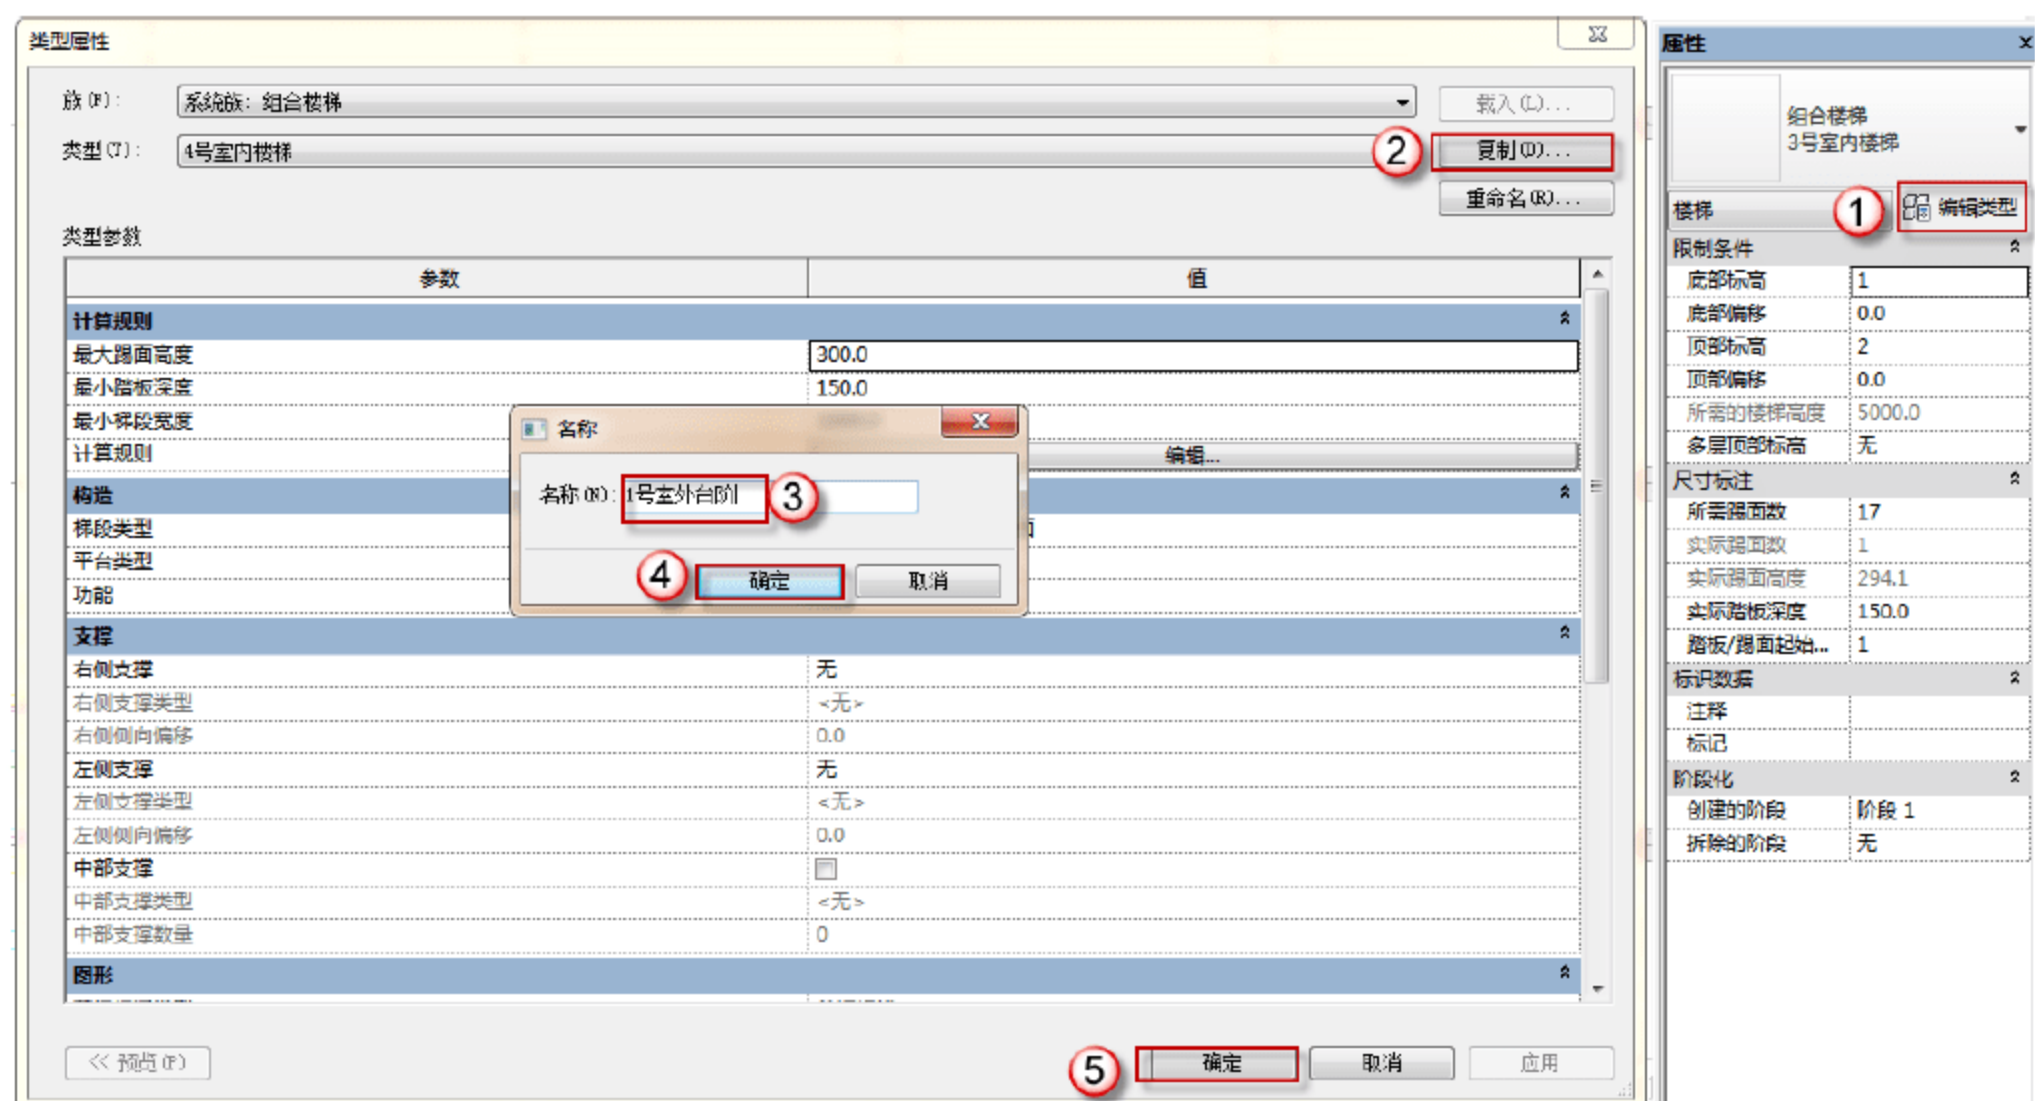

图 11.2.71 新建楼梯类型
- (6) 构建楼梯。选择“建筑”→“楼梯”→“楼梯（按构件）”命令，在激活的“修改/创建楼梯”选项栏中单击“直梯”按钮，然后进入楼梯的绘制模式。
- (7) 新建组合楼梯类型。单击“编辑属性”按钮，在弹出的“类型属性”对话框中，单击“复制”按钮，弹出“名称”对话框，将名称“4 号室内楼梯”修改为“1 号室外台阶”，最后单击“确定”按钮完成新建组合楼梯类型，如图 11.2.71 所示。